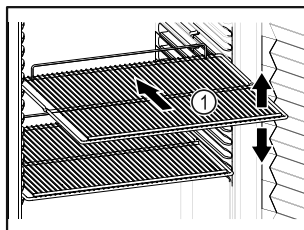

Fig. 56
- Legroosters Fig. 56 (1) afhankelijk van de benodigde hoogte aanbrengen.